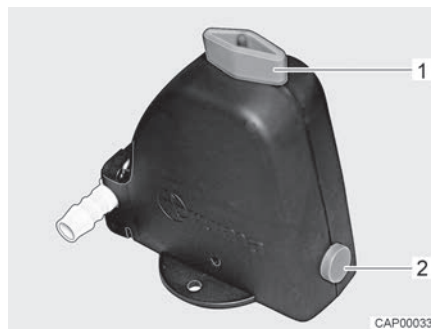
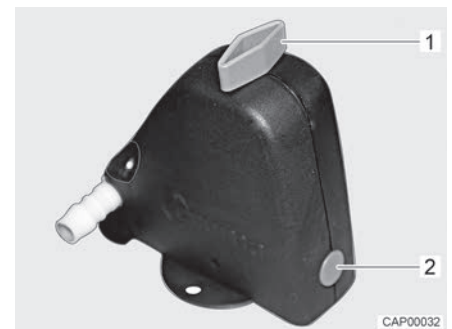

Bild 141 Säkerhets-/avtappningsventil öppen
Bild 142 Säkerhets-/avtappningsventil stängd
- Stäng säkerhets-/avtappningsventilen. Ställ vredet (Bild 141,1) diagonalt mot säkerhets-/avtappningsventilen och tryck in tryckknappen (Bild 141,2). Den stängda säkerhets-/avtappningsventilen visas i Bild 142. Vid temperaturer lägre än 6 °C kan säkerhets-/avtappningsventilen inte stängas.